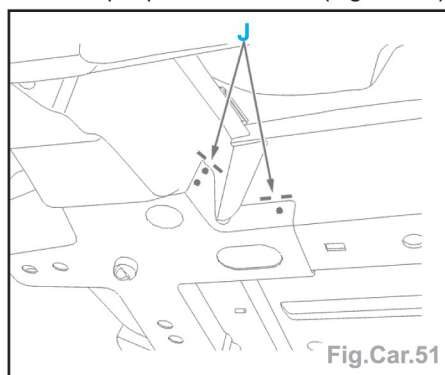

Fig.Car.51
- Souder par points bouchons (Fig.Car.51).